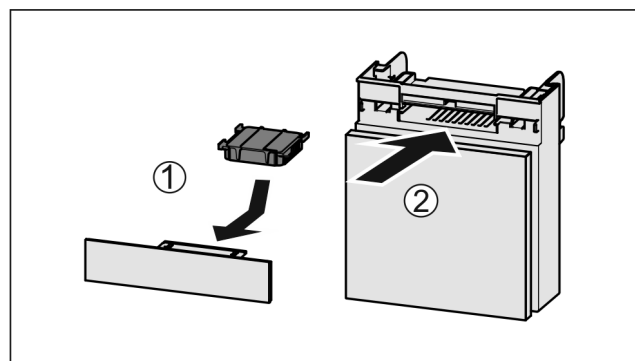

Fig. 89
- ▶ Vložte aktívny uhlíkový filter podľa obrázka Fig. 89 (1).
- ▶ Zasuňte zásuvku Fig. 89 (2).